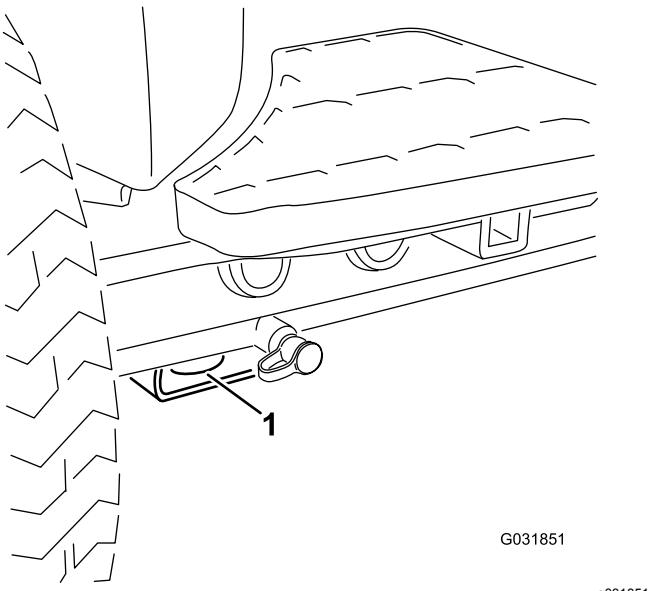
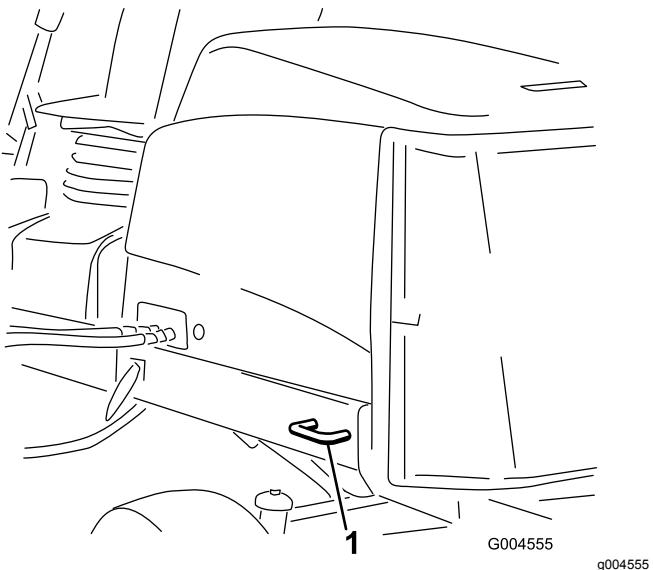

Bild 57
Bild 58
5. Befestigen Sie die Maschine mit den Metallvergurtungen und Riemen, Ketten, Kabel oder Seilen am Anhänger oder Pritschenwagen (Bild 57 und Bild 58).
- Vorne: Loch im Rechteck unter dem Achsenrohr in jedem Vorderreifen (Bild 57)
- Hinten: Jede Maschinenseite am hinteren Rahmen (Bild 58)